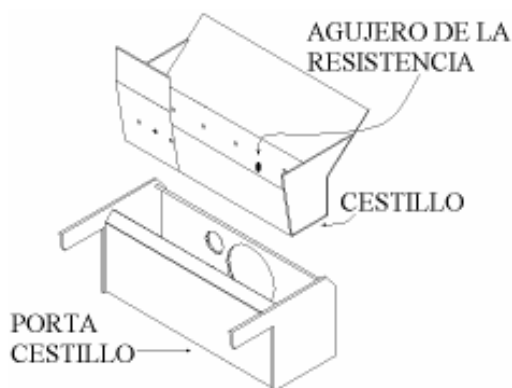

Figura 5
- ✓ El cestillo se ha colocado al revés, colocar según la figura 5.